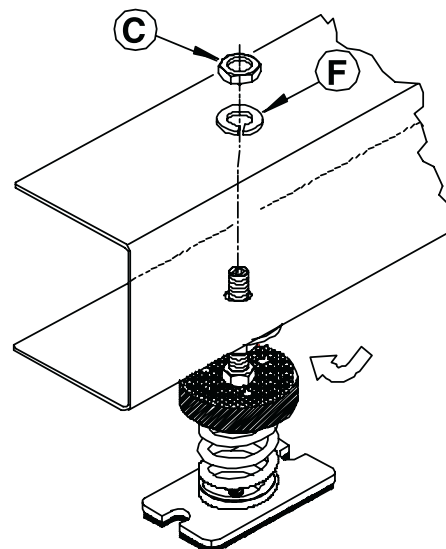

Fig. 3
- figure 3) Contrôler que le soubassement de l'unité se trouve contre la rondelle plate (position E) du martinet. Afin de compenser tout dénivellement, régler l'écrou haut (position D) (Figure 3) à l'aide de la clé 13. Bloquer la position obtenue à l'aide de la rondelle grower (position F) et le respectif écrou bas (position C). A la fin de l'opération, contrôler que l'unité est élastique sur les axes et prédisposé à la possible introduction de joints de compensation contre les vibrations au niveau des connexions hydriques.
Dans le cas des unités 20-35, le système unité + réservoir doit prévoir un filtre, et par conséquent utiliser le filtre + raccordement comme bien illustré dans la Figure 3
Les kits d'accumulation sont positionnés au-dessus de l'unité et ils ne modifient pas les dimensions sur le plan (figures 3 et 4).